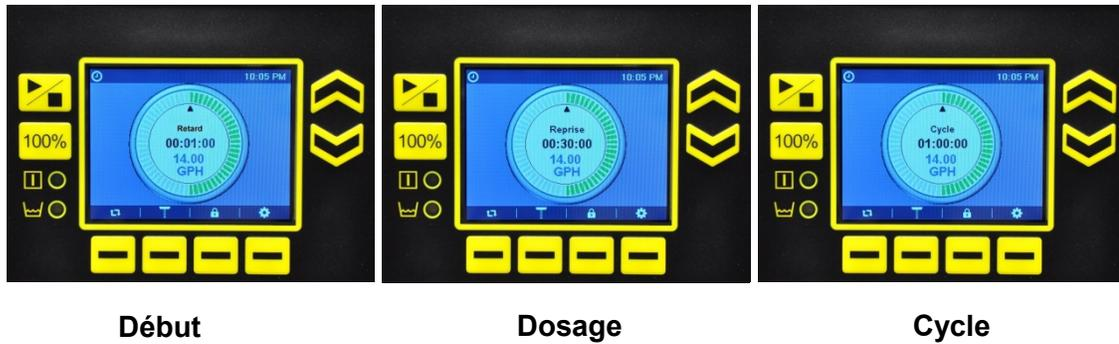
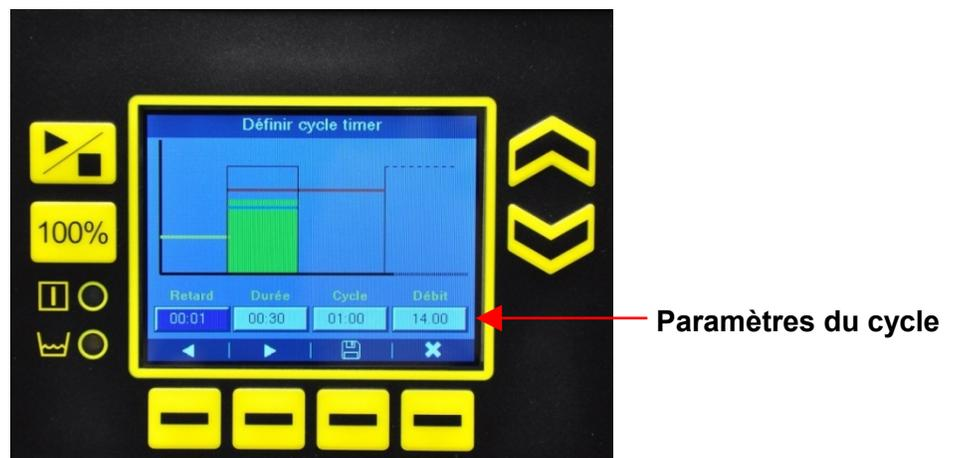

Figure 7 : Écran d'accueil - Temporisation de temps de cycle
Figure 8 : Réglage de la temporisation de temps de cycle
1. Dans l'écran d'accueil du mode temporisation de temps de cycle (Figure 7), appuyez sur les flèches **Haut** ou **Bas** pour accéder à l'écran « Définir cycle timer » afin de procéder au paramétrage de votre pompe (Figure 8).
NOTA : si les valeurs saisies amènent à un dépassement du débit calibré maximal de la pompe, le champ Débit est mis en surbrillance rouge. Pour continuer le réglage de votre pompe, modifiez un ou plusieurs paramètres jusqu'à ce que le débit calculé soit compris dans la plage de débit acceptable de la pompe (Figure 8) et que la surbrillance rouge disparaisse.